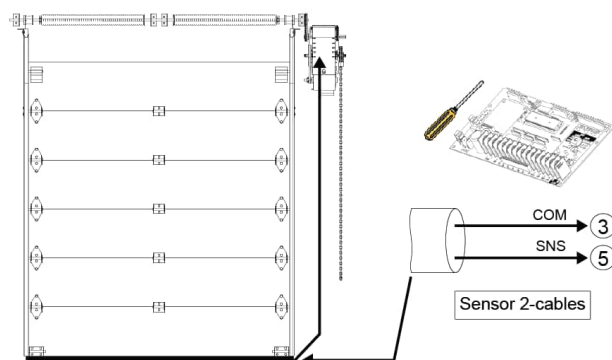

Figura 28 - Borde de detección eléctrico
3. Utilizar un cable en espiral o carrete de recogida para conectar los cables del sensor de inversión a los terminales del operador. Instalar los cables eléctricos de acuerdo a la Figura 28.